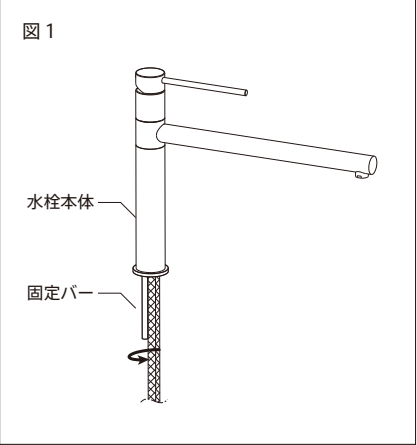

図1
1. 工具を使用して固定バーを水栓本体に取付けます。（図1）